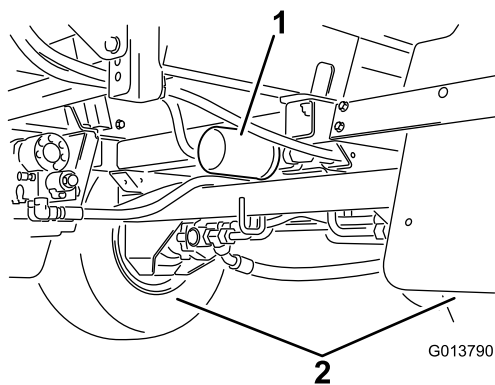

図 89
2. 車体についている 2 つの油圧フィルタを両方とも取り外す 図 88 と 図 89。